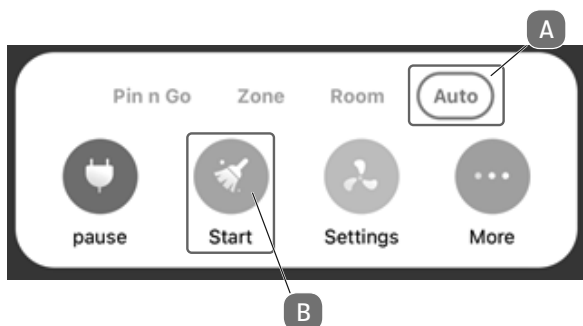

Fig. 14
- Para crear un mapa de sus dependencias, el robot debe iniciar un trayecto de reconocimiento. Para ello, haga clic según se muestra en la **fig. 14** en el MODO AUTOMÁTICO (A) en INICIO (B).